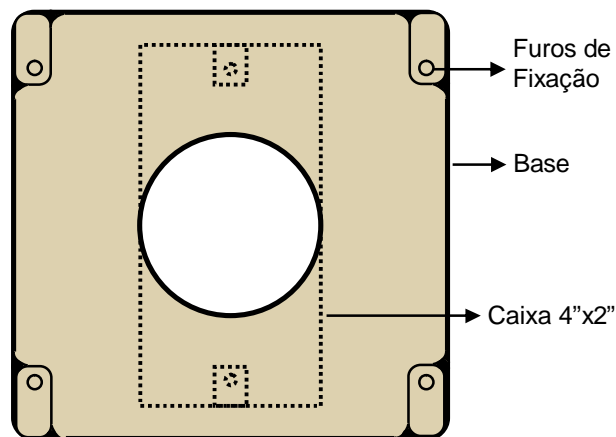

Figura 5 – Base do MML Versão 3.00
- c. Posicione a base do gabinete sobre a caixa de passagem 4" x 2" de modo que o centro do furo contido na base coincida com o centro da caixa de passagem. Veja a **Figura 5** abaixo.